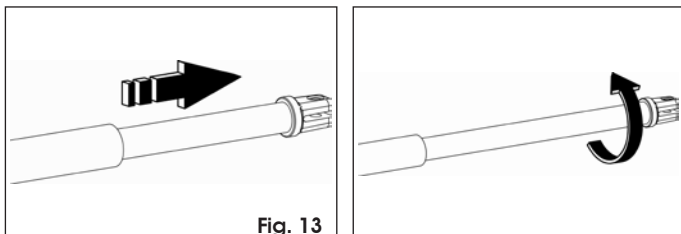

Fig. 13
- Extraire complètement le tube jusqu'à son arrêt (Fig. 13).